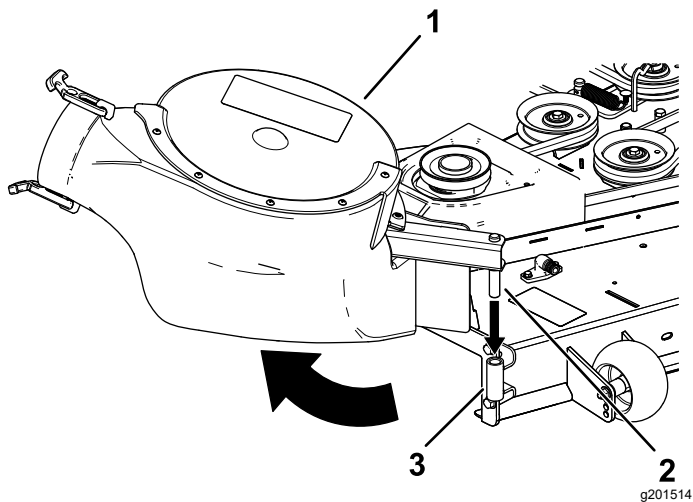

Bild 24
2. Setzen Sie den Lagerbolzen des Gebläses in die Gebläsestütze ein und drehen Sie das Gebläse nach innen zur Maschine (Bild 24).